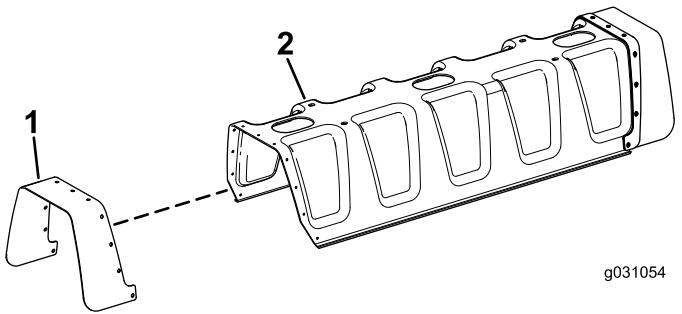

Figura 2
1. Allineate i fori nel cappuccio in gomma con i fori della copertura della barra centrale (Figura 2).